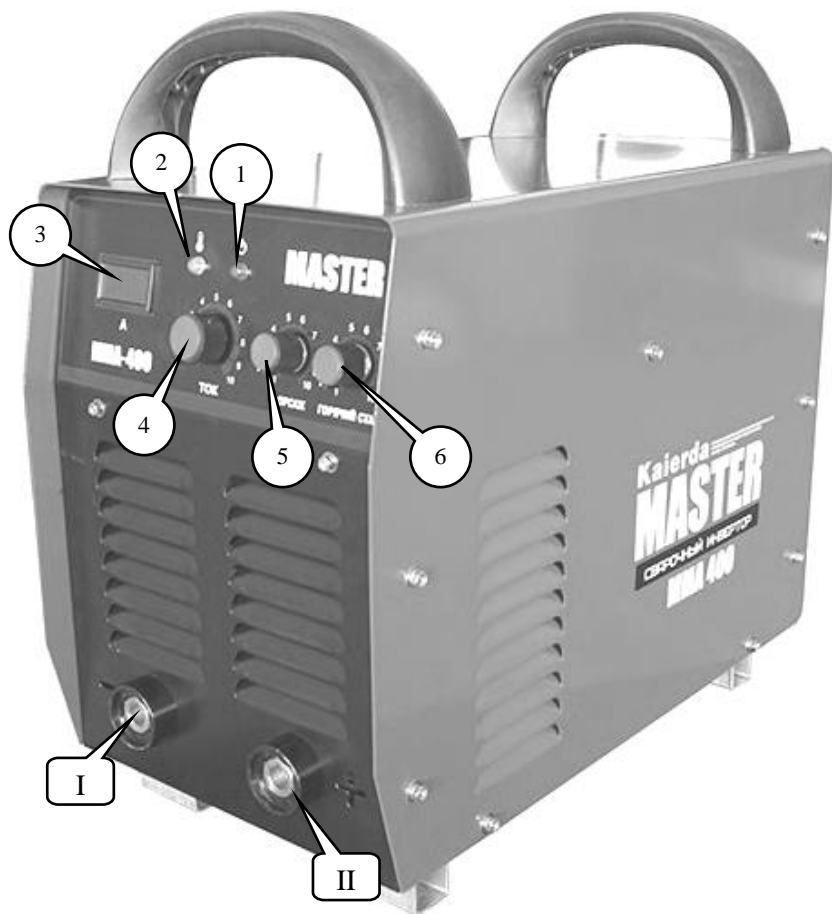

Рис. 1. Расположение органов управления и индикации.
- Подключить силовой разъем держателя электродов к разъему I (Рис. 1) сварочного аппарата.
- Подключить силовой разъем держателя электродов к разъему II (Рис. 1) сварочного аппарата.
Форсаж дуги в – быстрое кратковременное увеличение сварочного тока в момент отрыва капли металла от электрода, что ускоряет отрыв капли и позволяет избежать пережаривания дугового промежутка и обрыва дуги. Степень повышения тока регулируется рукояткой 5 (Рис. 1) в диапазоне от 0 до 10% от установленного тока сварки.
В момент зажигания дуги сварочный ток кратковременно увеличивается при касании электродом металла. Функция ускоряет первоначальный нагрев кончика электрода и испарение обмазки при начале сварки, что позволяет быстро создать газовую атмосферу в зоне сварки и обеспечивает уверенное зажигание дуги. Степень повышения тока регулируется рукояткой 6 (Рис. 1) в диапазоне от 0 до 10% от установленного тока сварки.